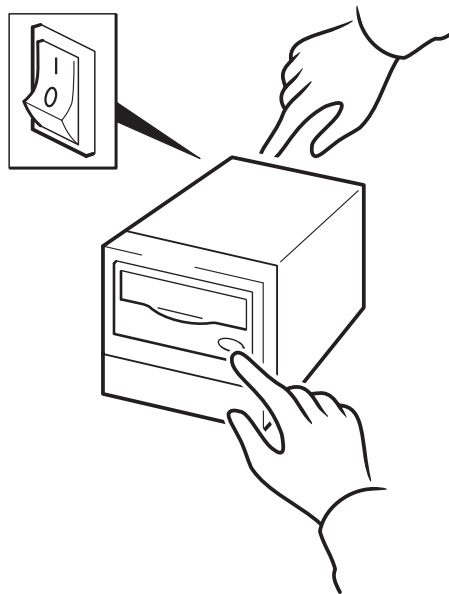

Figura 10b: uso de HP OBDR, paso 2
- 2 Mantenga presionado el botón de expulsión. Con el botón de expulsión presionado, encienda la unidad de cinta (consulte la Figura 10b). De esta forma, se activa el proceso de HP One-Button Disaster Recovery. Suelte el botón en cuanto los LED Tape (Cinta) y Clean (Limpieza) empiecen a parpadear de forma alterna.